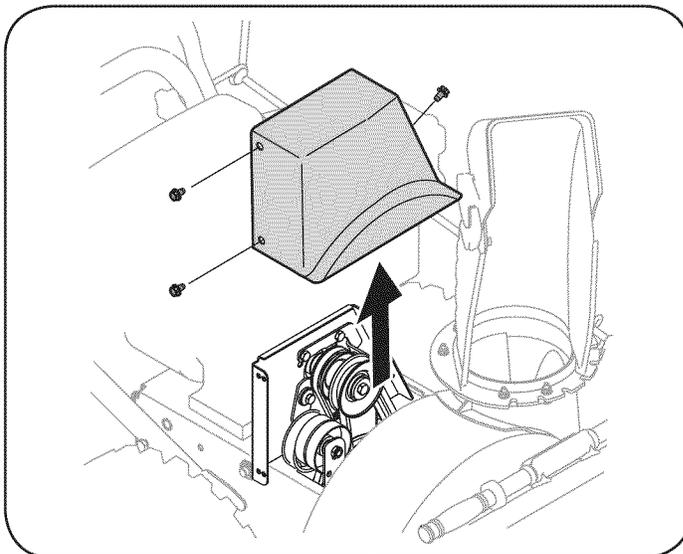

Figura 27
2. Retire la cinta de cubierta de plástico, que se encuentra cerca del motor, sacando los tres tornillos autorroscantes que aseguranlo. Vea la Figura 27.